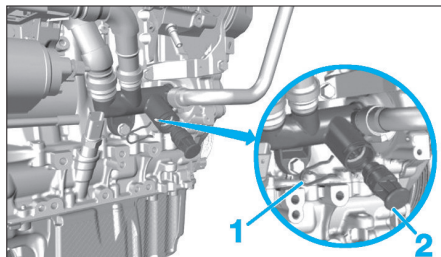

Fig. 24
- Déposer l'agrafe de maintien (1) puis le bouchon de vidange (2) du bloc moteur (Fig.24).